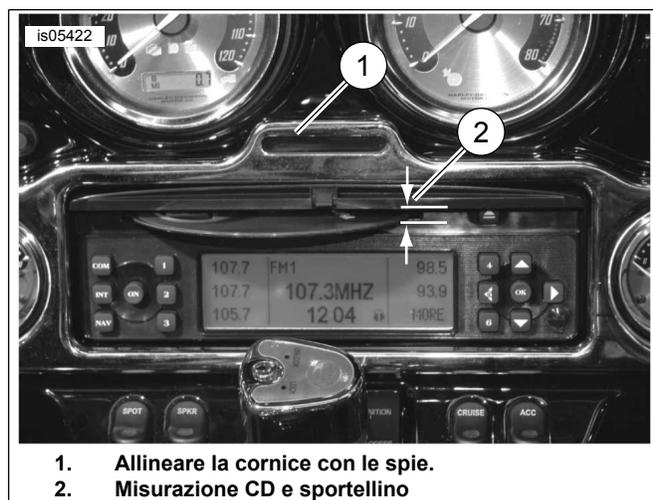

Figura 4. Installazione della cornice radio e strumentazione
4. Vedere Figura 4. Installare la cornice allineando la sua apertura (1) con le spie e verificando che lo sportellino per i CD si apra senza fare attrito contro la cornice.
5. Misurare la distanza tra lo sportellino e il CD (2). Se è pari o superiore a 3 mm (1/8 in), l'installazione è completa. Se la distanza è inferiore a 3 mm (1/8 in), passare al punto 6.